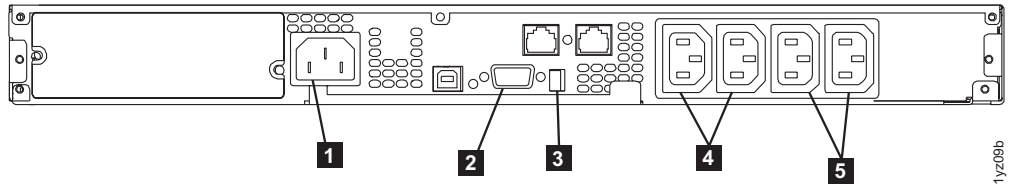

図 136. 2145-1U 無停電電源装置 (背面図)
2. 2145 UPS-1U の背面で、SAN ボリューム・コントローラーの電源ケーブルをロード・セグメント・コンセント 2 (412 ページの図 136 の **5**) から切り離す前に電源ケーブル・リテーナーを取り外します。